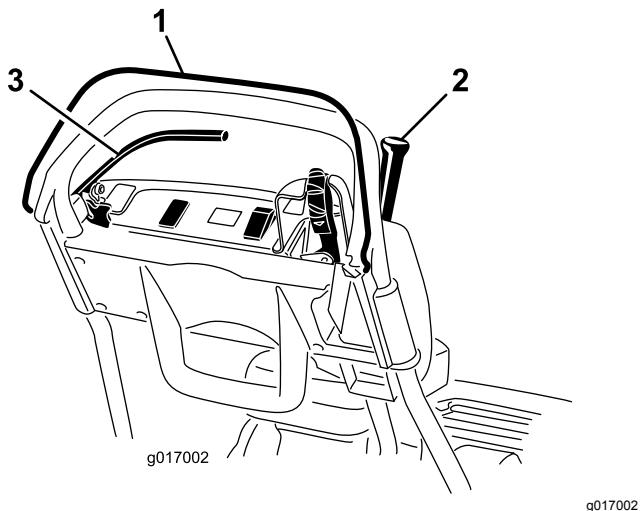

図 34
- OPCを解除した状態で、走行レバーを入れる図34。レバーが入らなければ正常。走行レバーが入るのはインタロックシステムの異常であるから修理する。必ず修理してから使用すること 走行インタロックスイッチの整備 \(ページ 35\)を参照。
- OPCを押し、走行レバーを入れた状態からOPCを解除する図34。走行レバーが外れれば正常。走行レバーが外れないのはインタロックシステムの異常であるから修理する。必ず修理してから使用すること 走行インタロックスイッチの整備 \(ページ 35\)を参照。
- OPCを押し、シフトレバーを左に入れた状態から走行・リール回転にセットし、OPCを解除する図34。走行レバーが外れれば正常。走行レバーが外れないのはインタロックシステムの異常であるから修理する。必ず修理してから使用すること 走行インタロックスイッチの整備 \(ページ 35\)またはリールコントロールの調整 (ページ 39)を参照。